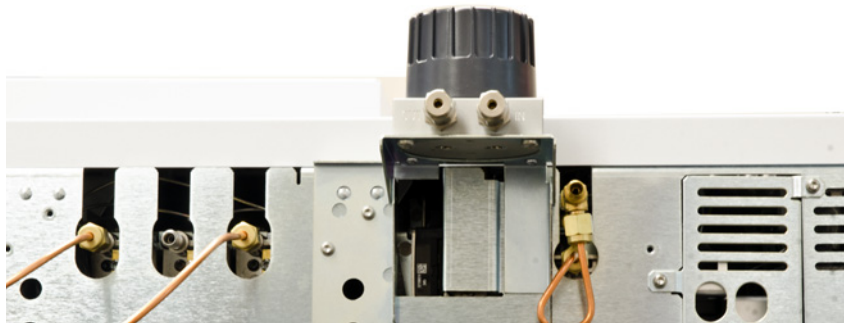

图 14. 安装在 ALS 支架顶部的支架连接单元和常规配置
- 如果您的系统安装了 ALS，则将支架连接单元安装到支架顶部（图 14）。